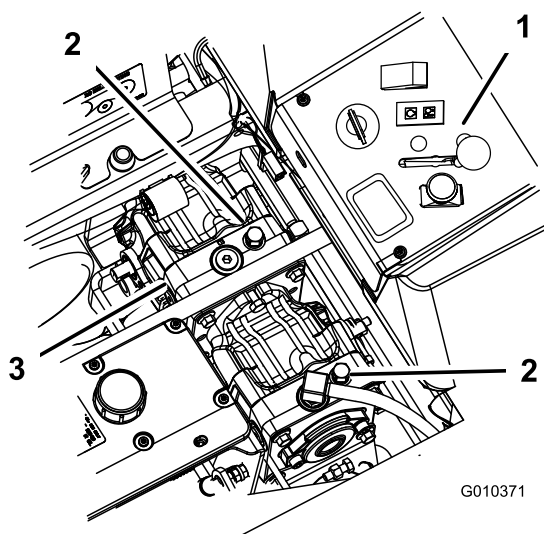

Bild 31
2. Drehen Sie die Sicherheitsventile der Pumpe um eine Umdrehung nach links. So kann Hydrauliköl an der Pumpe vorbei direkt zu den Rädern fließen, die sich dann drehen können (Bild 31).
Drehen Sie zum Einsatz der Maschine die Sicherheitsventile eine ganze Umdrehung nach rechts (Bild 31).